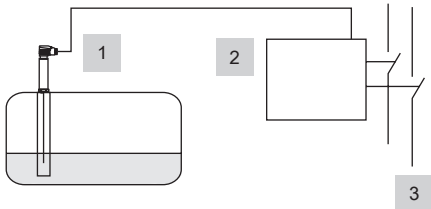

图7.
- 图7. 由1个液位探头LP40和1个液位开关LCS3050组成的组合设备作为液位限制器。液位开关打开两个独立的安全回路。功能安全符合IEC 61508，SIL 3。